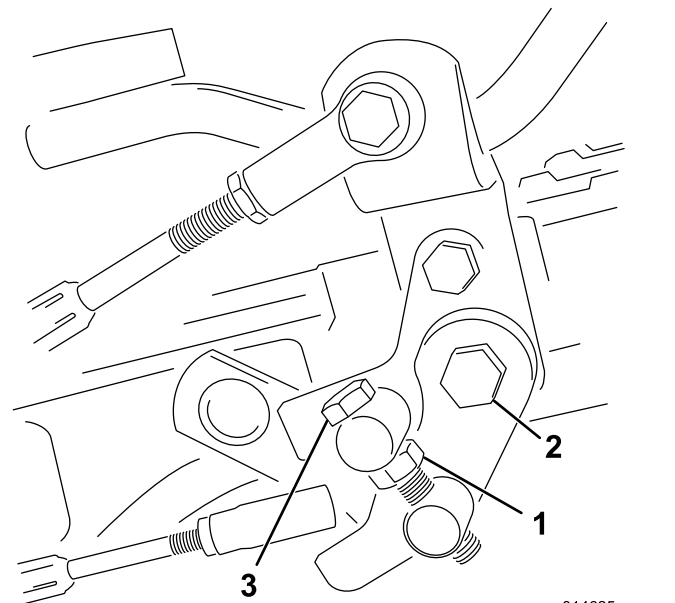

Bild 41
1. Lösen Sie die Klemmmutter an der Drehzapfenkopfschraube (Bild 41).
4. Ziehen Sie die Klemmmutter an der Drehzapfenkopfschraube und die Mutter am Pedalgelenk fest, um die Einstellung zu arretieren (Bild 41). Prüfen Sie die Einstellung und nehmen Sie ggf. eine weitere Einstellung vor.